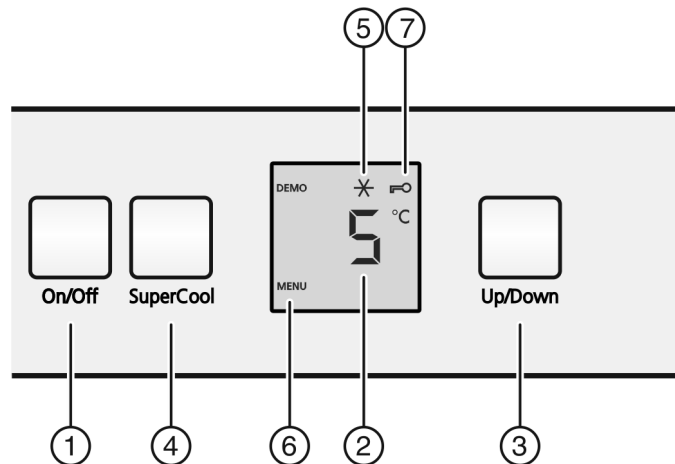

Fig. 2
- ▶ Taste On/Off Fig. 2 (1) drücken.
- ▶ Taste SuperCool Fig. 2 (4) ca. 5 Sekunden drücken.
- ▷ In der Anzeige wird das Symbol Menu Fig. 2 (6) angezeigt.
- ▶ Mit der Taste SuperCool *Fig. 2 (4)* kurz bestätigen.
- ▷ Das Symbol Kindersicherung *Fig. 2 (7)* leuchtet in der Anzeige.
- ▶ Die Taste On/Off *Fig. 2 (1)* kurz drücken.
- ▶ Temperaturfunktion aufrufen: Die Einstelltaste *Fig. 2 (3)* drücken.
- ▶ Temperatur in 1 °C -Schritten ändern: Einstelltaste *Fig. 2 (3)* so oft drücken, bis die gewünschte Temperatur in der Temperaturanzeige leuchtet.
- ▶ Taste SuperCool *Fig. 2 (4)* kurz drücken.
- ▷ Das Symbol SuperCool *Fig. 2 (5)* leuchtet in der Anzeige.
- ▷ Das Symbol SuperCool *Fig. 2 (5)* erlischt in der Anzeige.